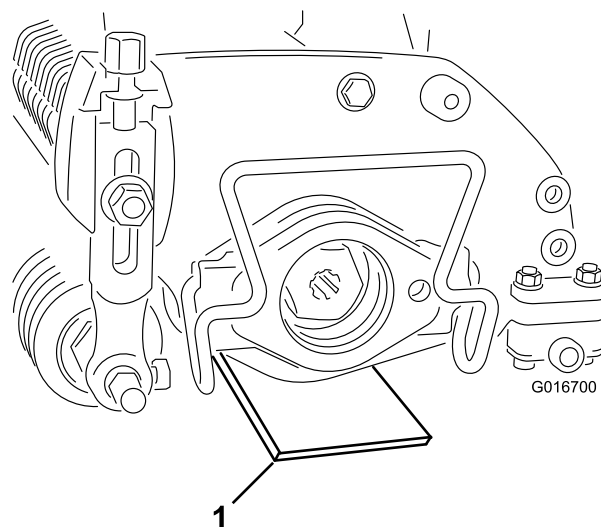

Figure 3
2. Placez un gabarit, ayant la bonne hauteur de lame au-dessus du sol, sous chaque extrémité de l'unité de défeutrage (Figure 3).